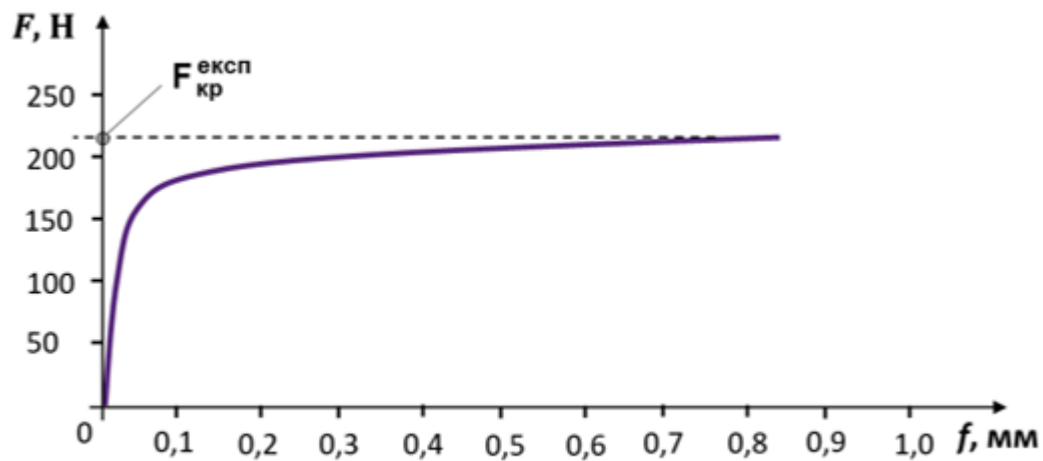

Рисунок 3.26 – Приблизний вигляд діаграми прогинів.
7. За отриманими даними будуємо діаграму прогинів у координатах $F-f$. Провівши дотичну до отриманого графіка проєціюємо її на вертикальну вісь і визначаємо значення критичної сили $F_{кр}$ (рис. 3.26).